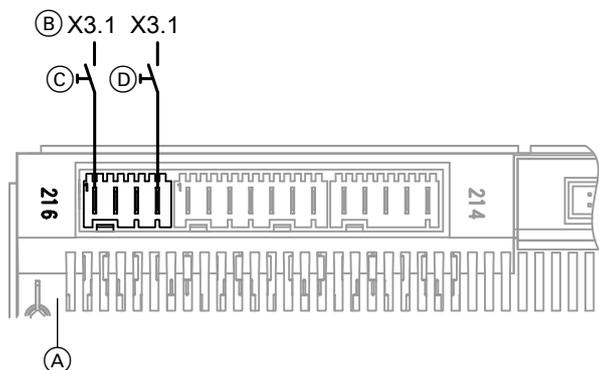

Abb. 50
- An der Wärmepumpenregelung gemäß Abb. 50